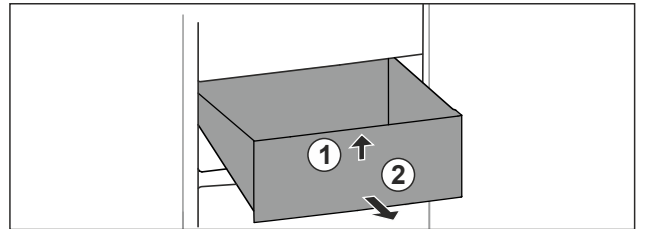

Fig. 59
- ▶ 抬起抽屉前部。 Fig. 59 (1)
- ▶ 朝前取出抽屉。 Fig. 59 (2)